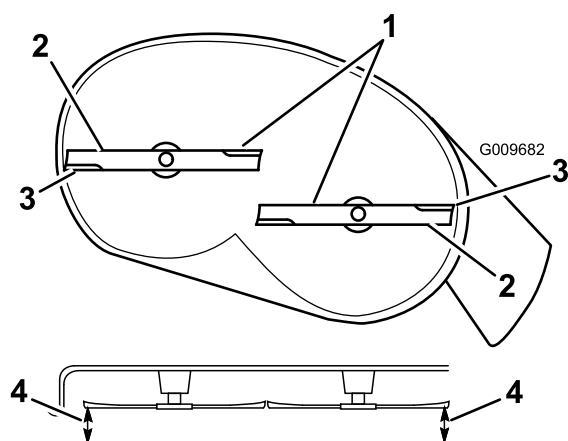

Figure 50
5. Tournez prudemment les lames pour qu'elles soient parallèles dans le sens transversal (Figure 50). Mesurez la distance entre les tranchants extérieurs et le sol plat (Figure 50). Si les deux mesures diffèrent